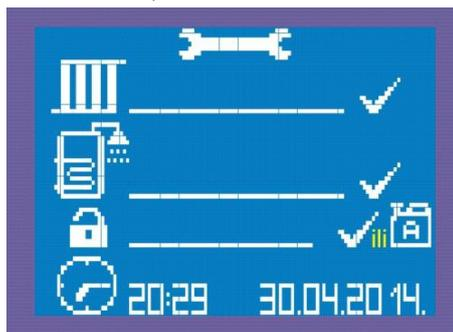

Abb. 18 Symbolposition zur Betriebswahl des Kessels
- Frostschutzmode ist im Punkt 7.2.3 beschrieben (siehe Abb. 18)